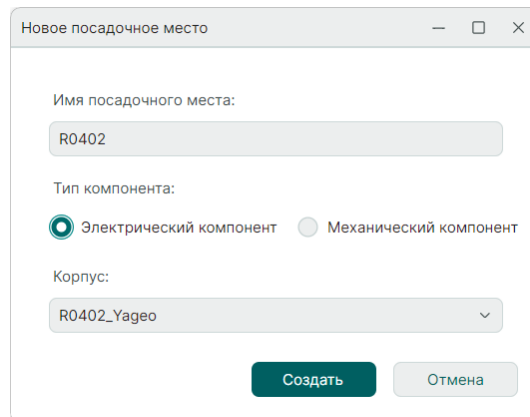

Рис. 74 Выбор параметров посадочного места
1.4. В окне «Новое посадочное место» заполните поля и выберите необходимые элементы, см. Рис. 74.